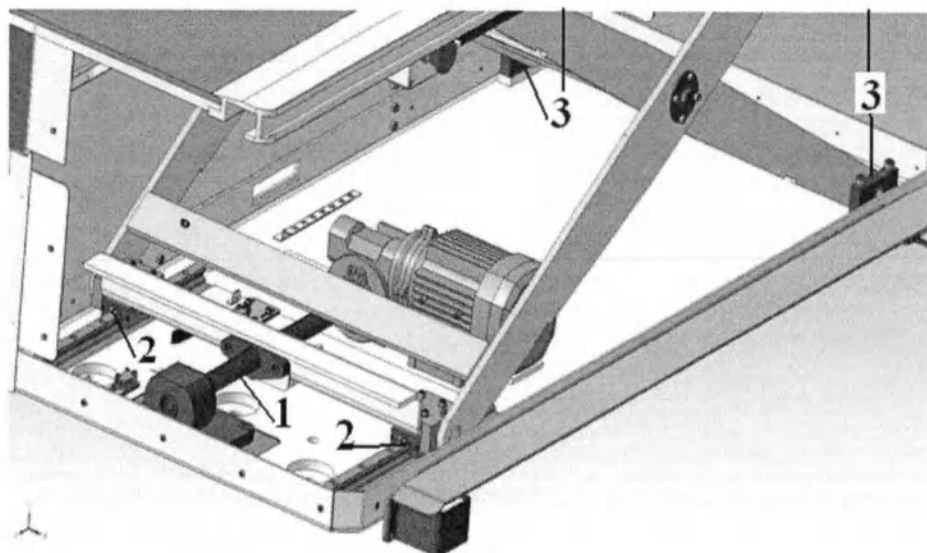

Рисунок 2.9.4 – Схема расположения узлов для смазки механизма подъема
- провести очистку от грязи ходового винта 1 (рисунок 2.9.4);
- провести смазку ходового винта 1 (рисунок 2.9.4);